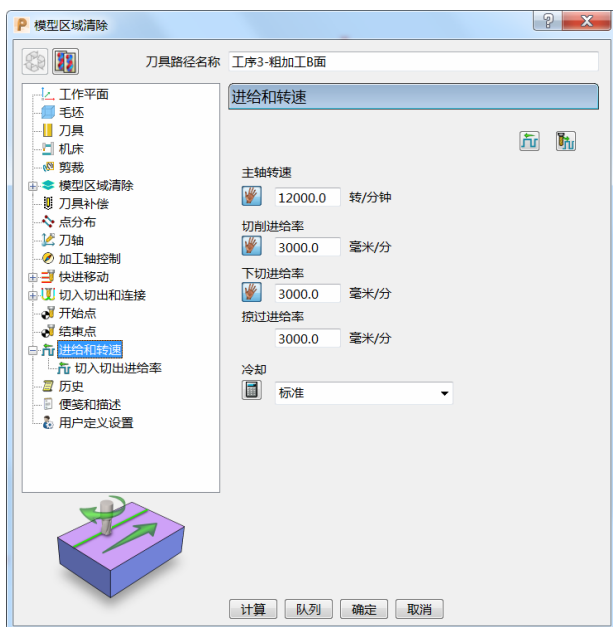
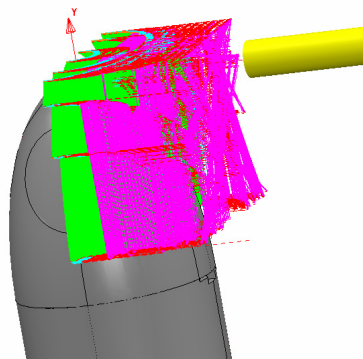

图 6-22
图 6-23
10) 进给和转速: 设定主轴转速 12000.0r/min、切削进给率 3000.0mm/min、下切进给率 3000.0mm/min、掠过进给率 3000.0mm/min, 标准冷却。(图 6-22)
11) 单击图 6-22 中的“计算”按钮, 刀具路径如图 6-23 所示。